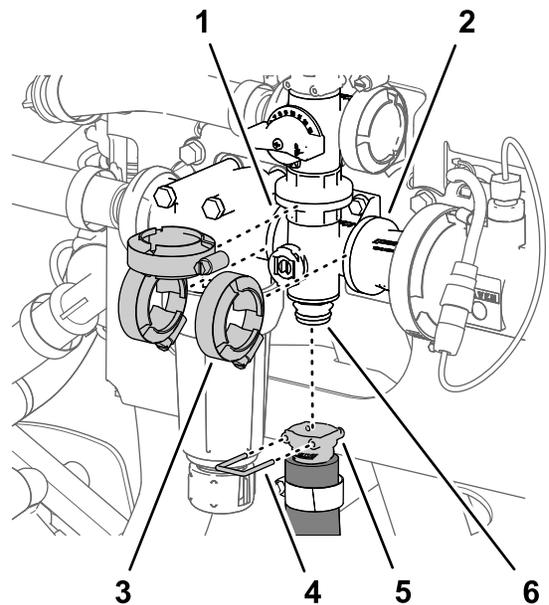
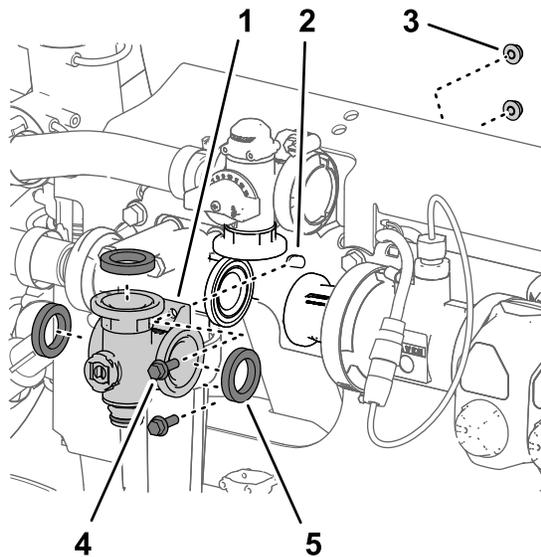

Figura 119
Figura 118
1. Alinee la brida del distribuidor de la válvula de agitación y las 3 juntas con las bridas de la válvula de desvío de agitación, la cabeza del filtro de presión, y el adaptador de acoplamiento (Figura 118 y Figura 119).
2. Sujete provisionalmente el colector de la válvula de agitación a la válvula de desvío de agitación, la cabeza del filtro de presión, y el adaptador de acoplamiento (Figura 119) con las 3 bridas de fijación que retiró en Retirada del distribuidor de agitación (página 81).
5. Apriete las 3 bridas de fijación a mano (Figura 119).
6. Monte el acoplamiento rápido de la manguera de agitación en el acoplamiento rápido del distribuidor de la válvula de agitación con la grapa (Figura 119).